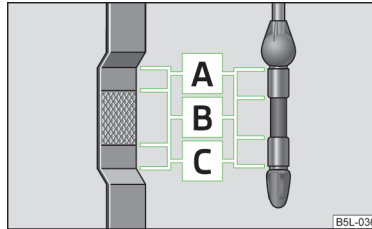

Abb. 128
- Liegt der Ölstand oberhalb des Bereichs **A** » Abb. 128 auf Seite 148, 🚫 nicht weiterfahren! Den Motor abstellen und die Hilfe eines Fachbetriebs in Anspruch nehmen.
Der Ölmesstab zeigt den Motorölstand an » Abb. 128.
- Der Ölstand darf keinesfalls oberhalb des Bereichs **A** » Abb. 128 liegen - es besteht die Beschädigungsgefahr der Abgasanlage!